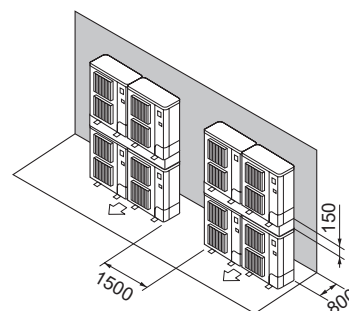

Fig. 2-15
⑦ Disposition pour appareils empilés (Fig. 2-15)